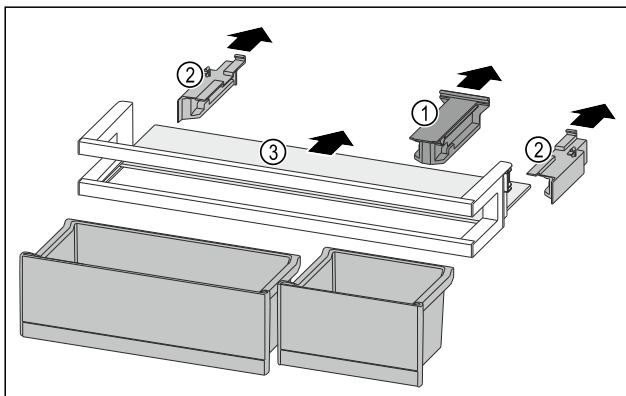

Fig. 222
- ▶ Halteteil Fig. 222 (1) abziehen.
- ▶ Seitenteile Fig. 222 (2) abziehen.
- ▶ Abstellfläche Fig. 222 (3) entnehmen.